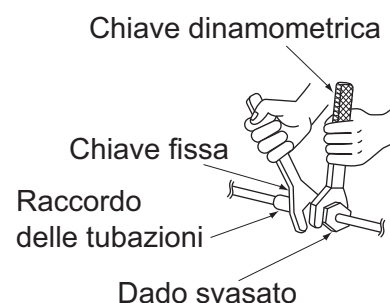

Fig. 12
• Quando si collegano i tubi all'unità o li si scollega da essa, utilizzare sempre sia una chiave inglese, sia una chiave torsiometrica, come mostrato nel disegno. **(Fare riferimento alla Fig. 12)**